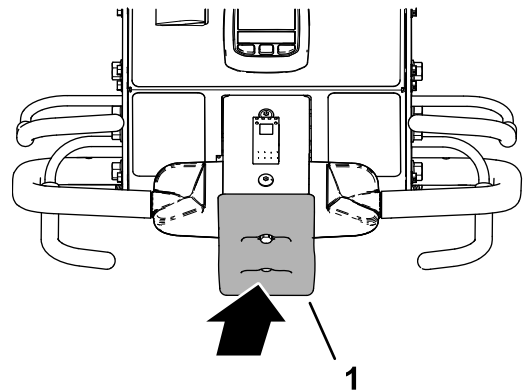

Figura 85
**Importante:** Para detener inmediatamente la máquina, pulse el interruptor de parada de emergencia (Figura 85).